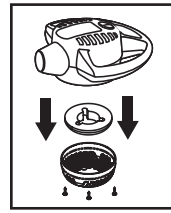

FIGURE 15
28. Pour le nettoyage de la grille de l'orifice d'admission et le tampon en mousse, débranchez le cordon d'alimentation et retirez les vis de la face inférieure de l'appareil électrique. FIGURE 15.